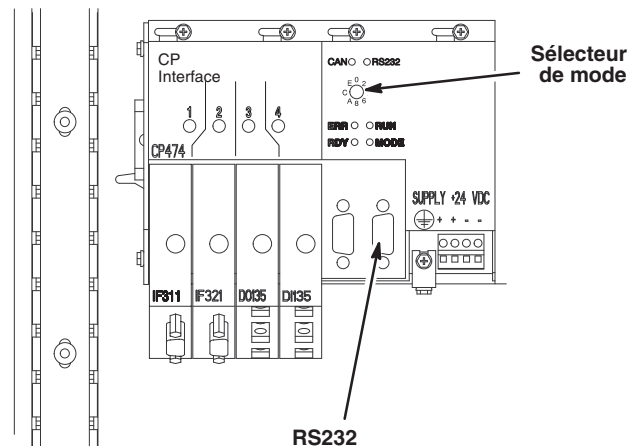

Fig. 13.21
4. Mettre le sélecteur de mode de l'automate sur A. Voir Fig. 13.21.